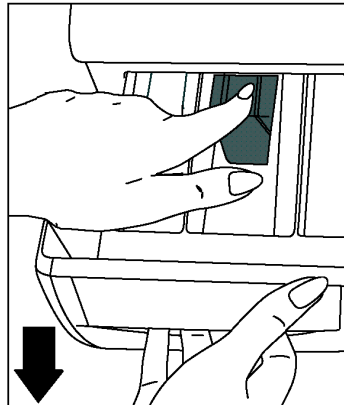

ABBILDUNG 2
- Heben Sie die Vorderseite des Fachs an und ziehen sie es vollständig heraus (ABBILDUNG 2).